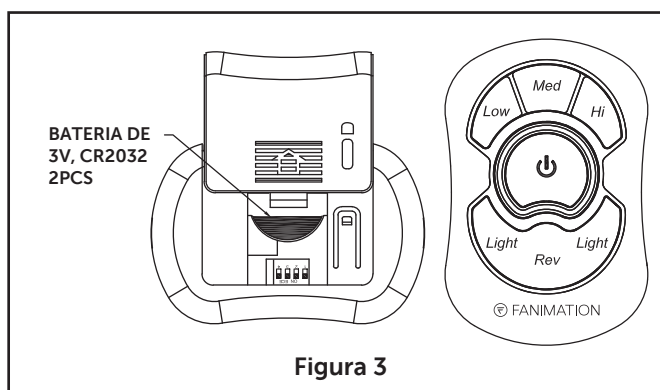

Figura 3
- ☐ 5. **Funcionamiento y uso del Control remoto de mano:** Instale dos piezas de la batería de 3 voltios (si no se va a utilizar por largos períodos de tiempo, retire la batería para evitar daños a control remoto de mano.) Guarde el Control remoto de mano lejos del exceso de calor o humedad. (Figura 3)